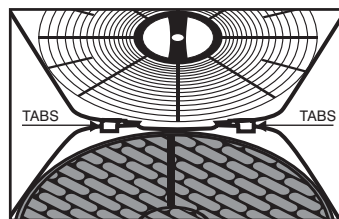

Fig. 12
6. Placer les languettes au bas de la grille de protection, à la base de l'appareil. Voir Fig. 12